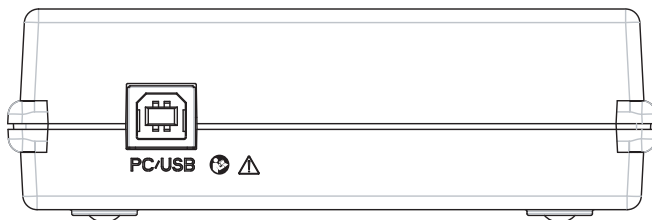

Fig. 1
- Conecte o conector USB na parte de trás do HI-PRO 2 a uma porta USB de um computador pessoal (PC) usando o cabo USB fornecido. Consulte a Fig. 1.